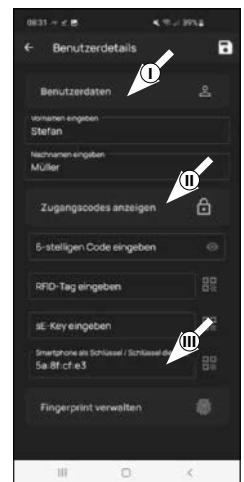

Fig. 3
Dans ce paragraphe, vous pouvez enregistrer les médiums d'identification souhaités par l'utilisateur (II) (Fig. 3). Le profil d'utilisateur a déjà été créé automatiquement pour l'administrateur en ouvrant la serrure par smartphone (III) (Fig. 3).